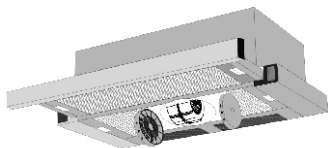

рис. 8
- установите два угольных фильтра см. табл.1 и (рис.8), предварительно удалите с них упаковочную пленку;
- Угольные фильтры устанавливаются на защитные решетки корпуса вентилятора, путем легкого нажатия и поворота (рис. 8). Фильтрация воздуха осуществляется с помощью двух угольных фильтров, затем очищенный воздух возвращается в помещение. Исключите возможность попадания посторонних предметов в горловину вентилятора, при эксплуатации кухонной вытяжки в режиме «рециркуляции».